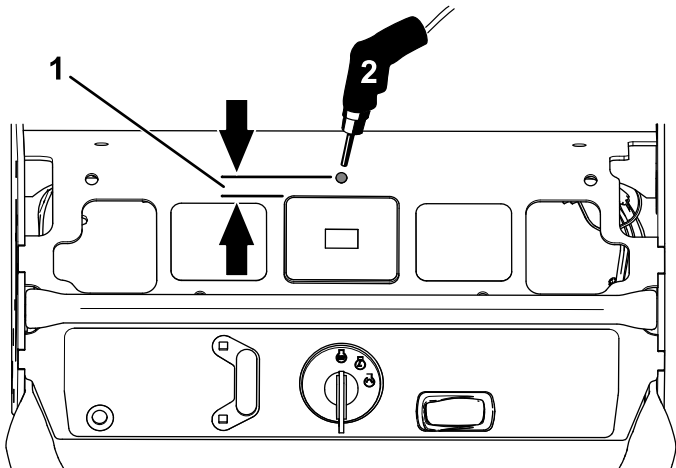

Figura 7
6. Perfore un taladro (12 mm) delante del horímetro para el interruptor basculante (Figura 7).